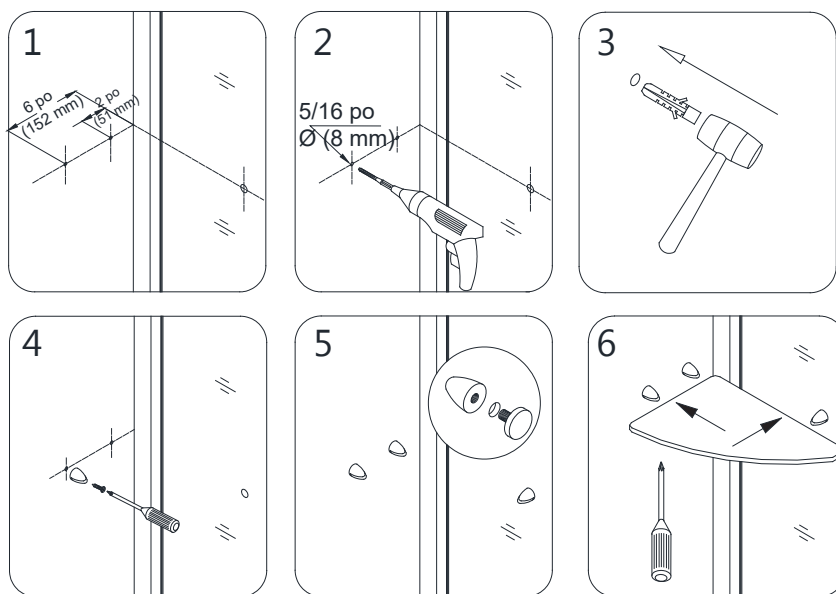

Fig 10a
10. Marquez au mur la position de la **tablette de verre (N° 12)**. Selon les mesures de la Fig. 10a1, marquez les trous à percer pour les **supports de tablette (sans écrou) (N° 22)**. Percez les trous dans le mur avec une mèche de 5/16 po Ø (8 mm) et insérez les **ancrages muraux (N° 13)**. Fixez au mur les **supports de tablette (sans écrou) (N° 22)** avec une **vis à tête fraisée ST4.2x40 (N° 23)** et fixez les supports de **tablette (avec écrou) (N° 21)** au **panneau vitré (N° 11)**. Insérez les **tablettes de verre (N° 12)** dans les **supports de tablettes (N° 21 et N° 22)** et serrez la vis de réglage au bas de chaque support. **Fig. 10a et Fig. 10b**